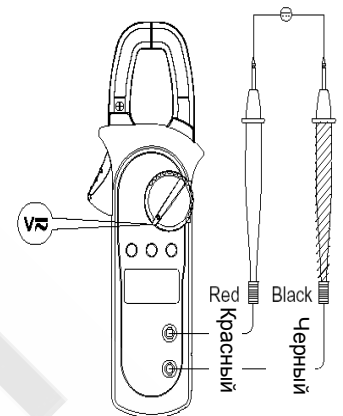

Рисунок 3
**A. Измерение постоянного и переменного напряжения** (см. рисунок 3)